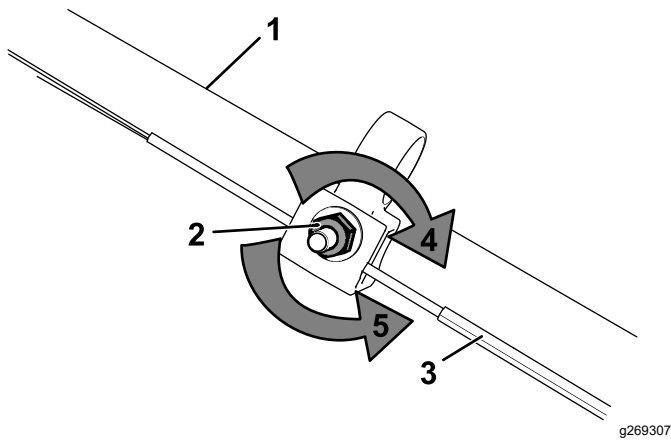

Bild 27
1. Drehen Sie die Einstellmutter nach links, um die Seileinstellung zu lösen (Bild 27).
2. Stellen Sie die Spannung des Seils (Bild 27) ein, indem Sie ihn zurückziehen oder nach vorne drücken und dann in dieser Stellung arretieren.